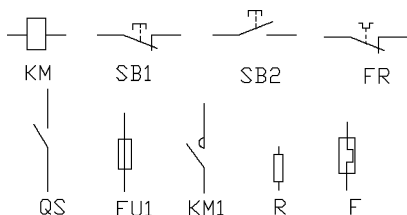

图 6-94 绘制电气图块
(3) 以同样的方法绘制其他电气符号并保存为图块，如图 6-94 所示。